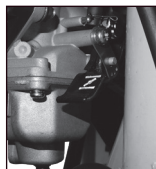

Imagen 30. Ahogador.
8. Colocar la palanca del ahogador en posición alta. Ver imagen 30.